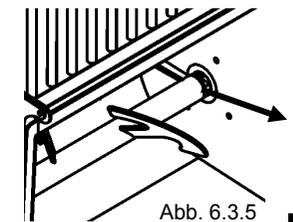

Abb. 6.3.5
- Achtung, die Schaufel müssen entsprechend positioniert sein, um abgenommen werden zu können (Abb. 6.3.5)